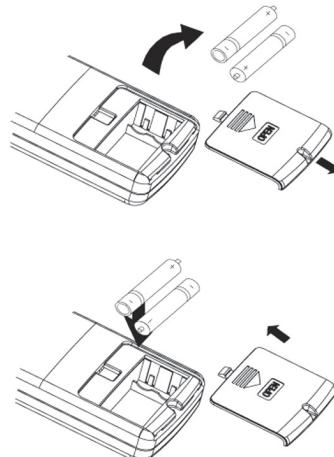

Рис. 5.5
- Для извлечения батареек, при замене, необходимо сдвинуть крышку пульта управления в направлении стрелки (см. рисунок 5.5) извлечь батареики и установить новые